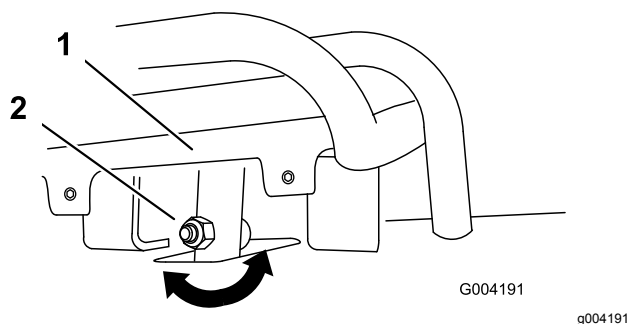
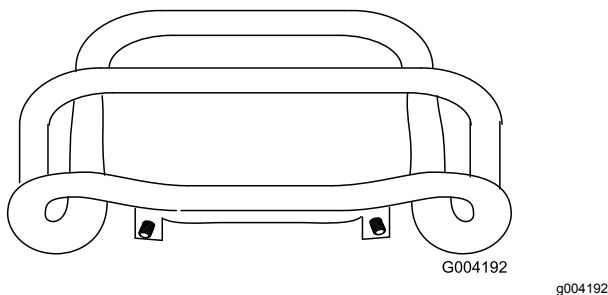

Figura 54
Figura 55
4. Se la parte anteriore del comando della trazione non rimane dritta e a filo con la barra di riferimento, allentate il dado flangiato e imbullonate lo stelo del comando della trazione (Figura 54).
5. Regolate il comando di trazione in modo che sia a livello rispetto alla barra di riferimento quando lo tirate indietro dritto (Figura 54 e Figura 55).